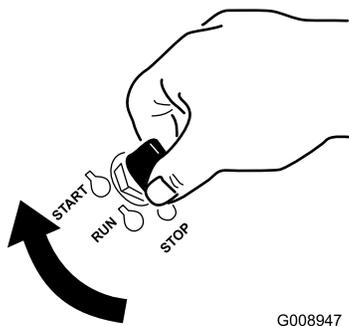

Figura 21
1. Rode a chave da ignição para a posição ARRANQUE (Figura 21).